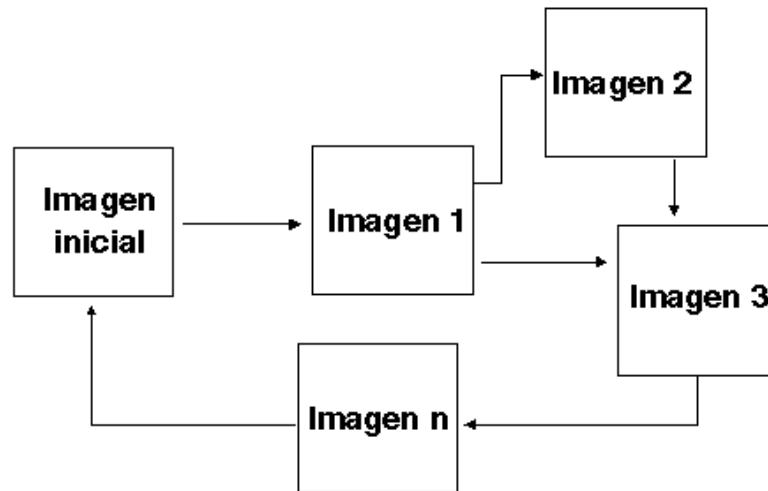

Fig. 3.3 Ejemplo para crear imágenes
1. Crear la interfaz de usuario con la IHM OP277 Las imágenes son los componentes centrales del proyecto con el cual se visualiza los estados de la máquina o del proceso y crea los requisitos para manejar la máquina o el proceso, ver la fig. 3.3.